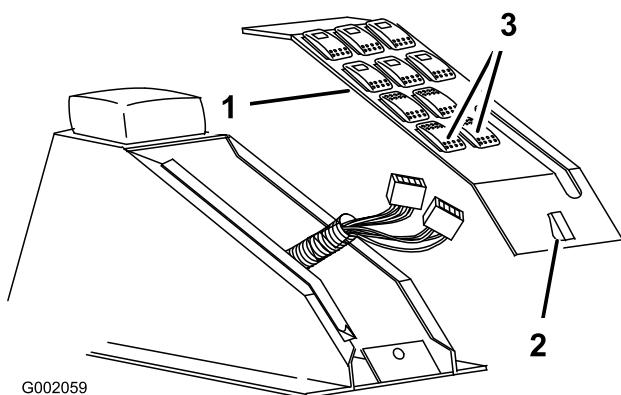

Figura 26
2. Liberate il fermo e rimuovete il gruppo pannello degli interruttori dal gruppo consolle centrale (Figura 26).